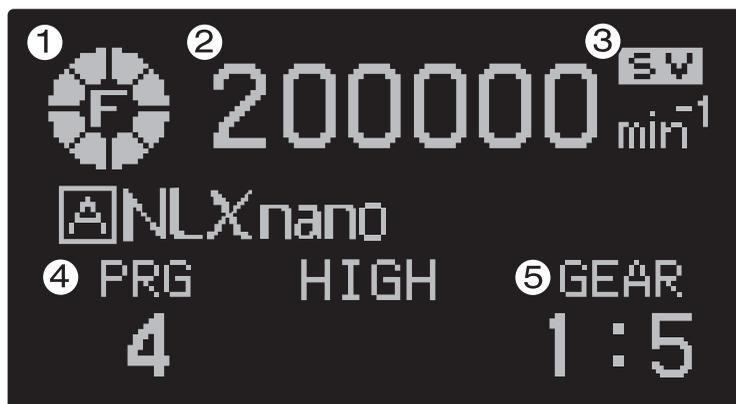

Fig. 1 Pantalla normal cuando se utiliza micromotor
#### ◆ Pantalla de rotación (Fig. 1-①)
#### ◆ Pantalla de velocidad de rotación (Fig. 1-②)
#### ◆ Pantalla de VALOR FIJADO (Fig. 1-③)
◆ **Pantalla de número de programa** (Fig. 1– ④)
◆ **Pantalla de transmisión** (Fig. 1– ⑤)